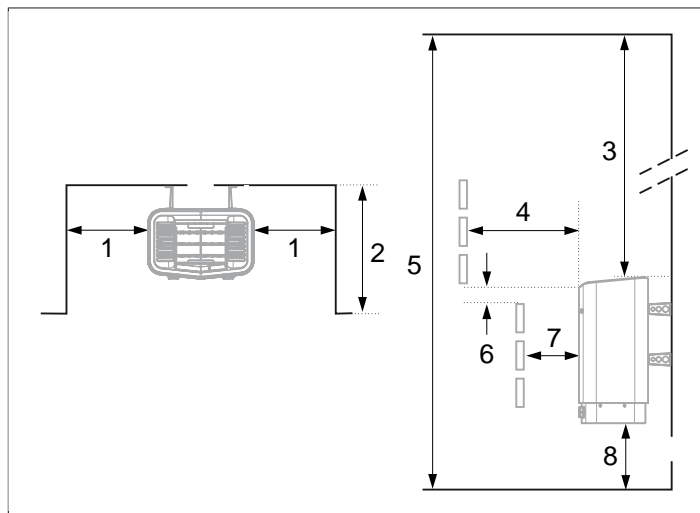

Fig 3: Placering av bastuaggregat - nischmontage
- på samma vägg som dörren (endast i undantagsfall på sidoväggen, men då mycket nära dörrväggen). Aggregatet kan också placeras i nisch (se **Fig 3**, sidan 2).
Placera aggregatet på säkert avstånd till golv, sidovägg och inredning (se **Fig 3**, sidan 2).